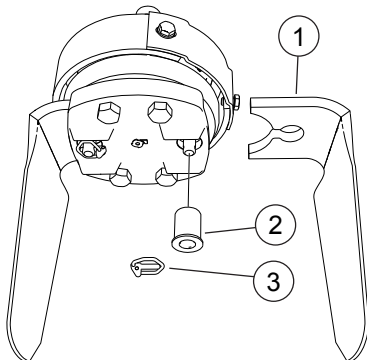

FIG. 38
- Den Splint entfernen (3, "Fig. 38").
- Die Hülse herausziehen (2).
- Das Werkzeug abbauen (1).